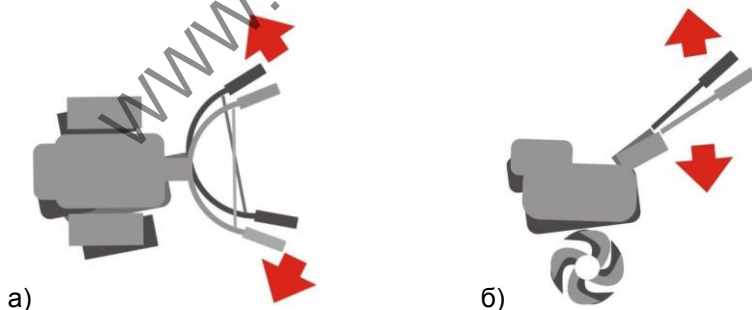

Рис.9 Схемы снятия нагрузки с валов при использовании механизма разобщения полуосей
- при движении на колесах необходимо покачать мотоблок влево-вправо держась за рукоятки руля (рис.9а);
- при культивации фрезами необходимо покачать мотоблок вверх-вниз держась за рукоятки руля (рис.9б).